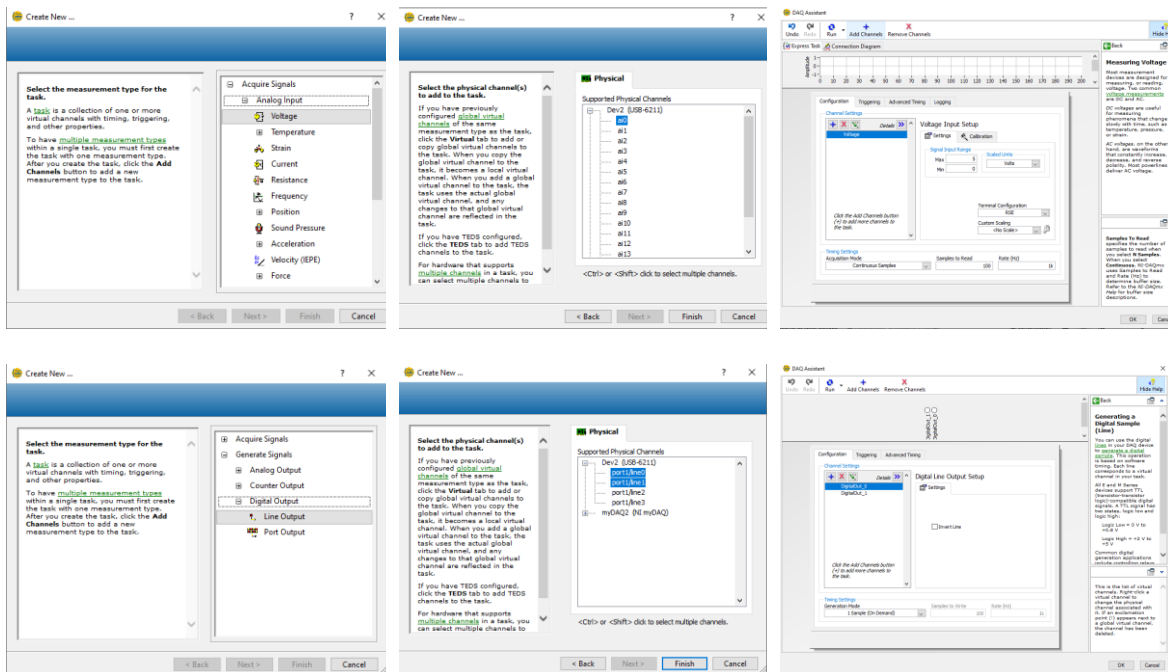

Figura 2.6. Configuración para leer el canal a0 como entrada analógica de voltaje y como salidas digitales de las líneas 0 y 1.
5. Diseñe una interfaz en LabVIEW que permita comunicarse con la tarjeta de adquisición de datos NI-USB-6009. La tarjeta debe ser configurada para leer un canal analógico de voltaje y activar/desactivar dos (2) líneas de salida digitales. El canal analógico se usará para leer el voltaje generado por el sensor piezoeléctrico, las salidas digitales se usarán para conectar el *LED* y el *buzzer* de la aplicación. La figura 2.6 muestra la configuración de la DAQ.